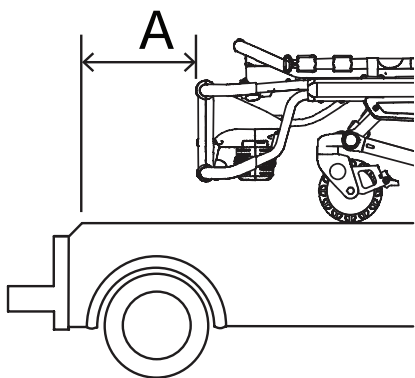

Figura 4 – Distanță prag - targă (A)
1. Alegeți distanța prag - targă (A) (Figura 4).
2. Folosind tabelul de mai jos, alegeți-vă secțiunea în funcție de distanța prag - targă (A).